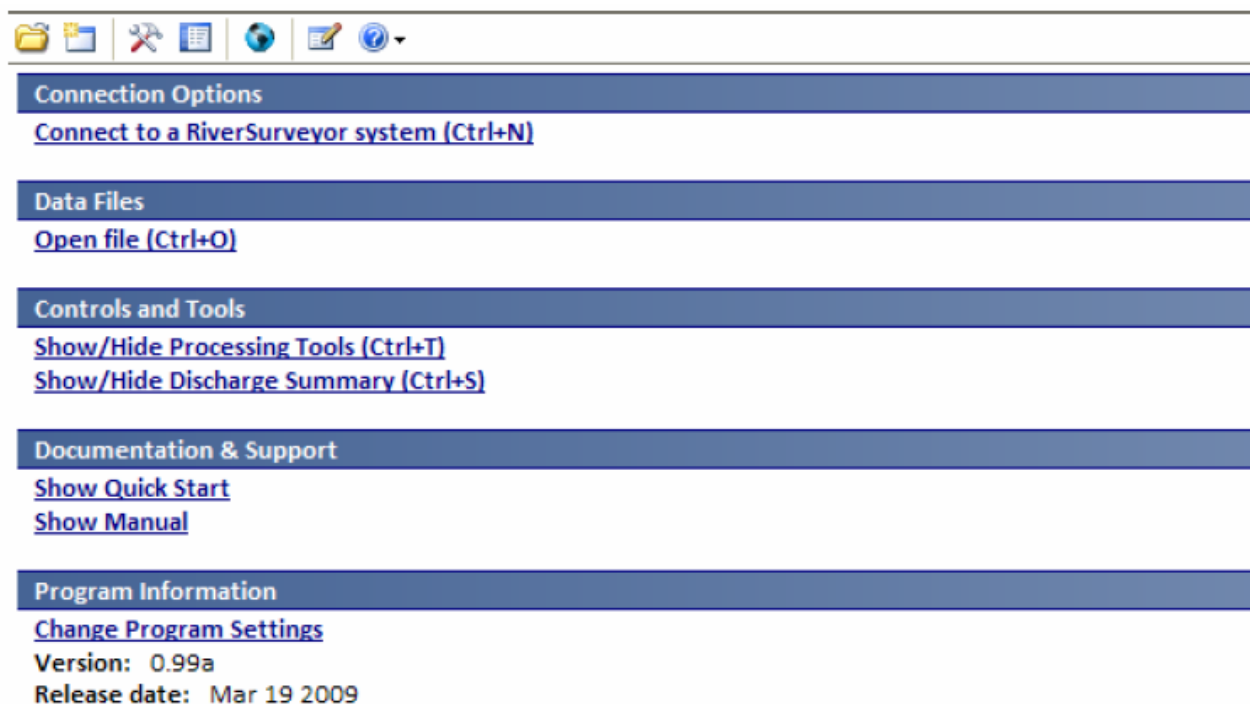

Figura 25. Menu Principal do software RiverSurveyorLive
6.4. Iniciando o Software Ao iniciar o software, será apresentado o menu principal como mostrado na Figura 25 a seguir: